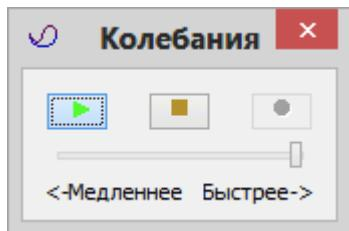

Рис.5.27. Диалоговое окно Колебания
- В диалоговом окне **Колебания** (рис.5.27) щелкните по кнопке